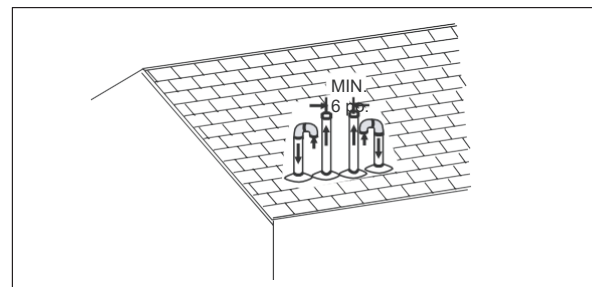

Fig 24 : Double entrée d'admission d'air de combustion vertical et finition d'évent
**3. AIR DE COMBUSTION AMBIANTE** L'air de combustion est fourni par un tuyau en PVC ou en ABS qui est relié au raccord en PVC fixé au boîtier du brûleur et qui se termine dans un grenier ou un vide sanitaire ventilé. Les tuyaux d'air de combustion et d'événement ne sont pas terminés dans la même zone atmosphérique. Reportez-vous aux figures 24 pour grenier, et finition de vide sanitaire. Seule l'admission d'air de combustion peut se terminer dans le grenier. L'événement doit se terminer à l'extérieur.